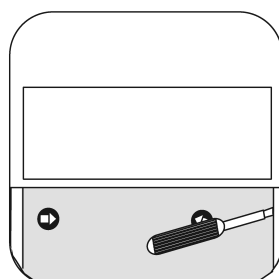

Figure 11: Démontage du couvercle design
- Retirer avec précaution le couvercle design à l'aide d'un tournevis (Figure 11).
Les sélecteurs pour le seuil de luminosité et la sensibilité se trouvent derrière le couvercle (1) pour la garniture du détecteur de mouvement de 1,10 m et sur la face arrière de l'appareil pour la garniture du détecteur de mouvement de 2,20 m. Retirer avec précaution le couvercle (1) à l'aide d'un tournevis (Figure 11). Le temps de commutation ne peut pas être modifié.